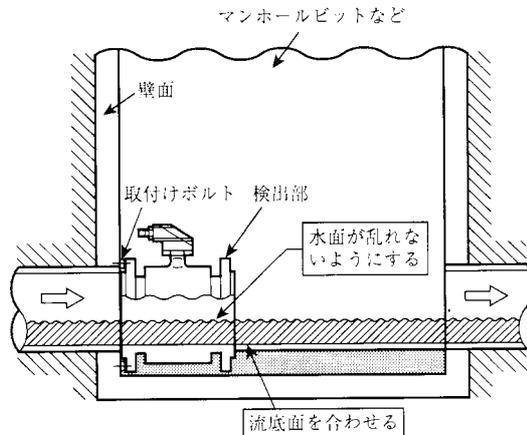

図8 検出器取付例
- (4) 図8のように、マンホールピットの壁面などに取り付ける場合は、壁面と検出器端面との間にガスケットを挟み込み、ボルトで直接取り付けます。